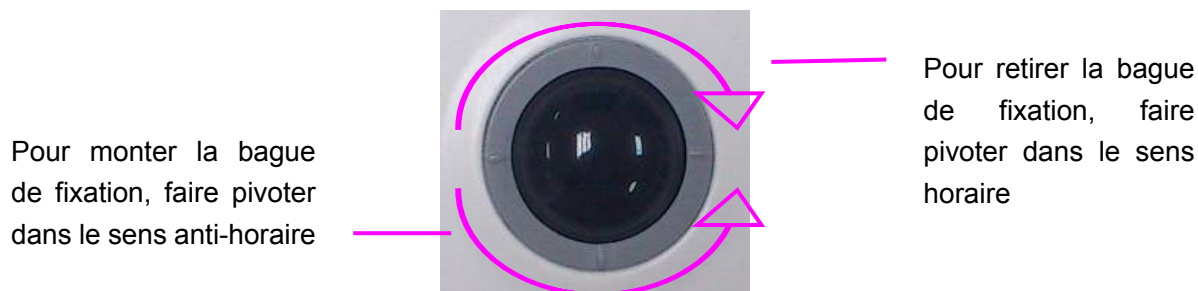

Figure 15-1 Montage et démontage de la boule de commande
2. Retirez la boule de commande, comme indiqué dans la *figure 15-1*.